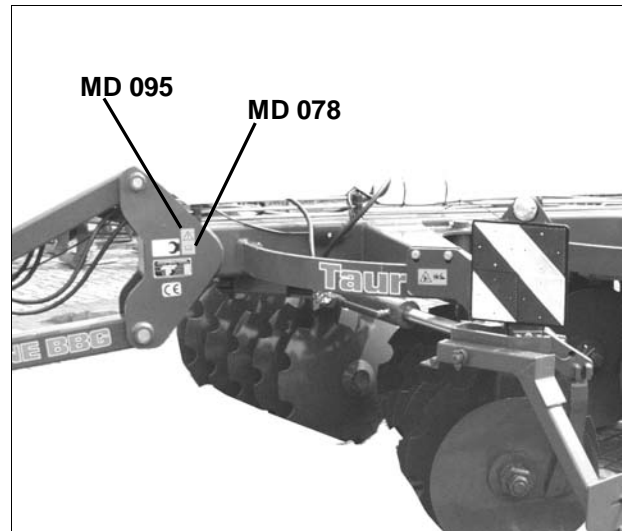

Fig. 2
- Fig. 2 zeigt die Befestigungsstellen der Warnbildzeichen und Hinweisschilder. Die entsprechenden Erläuterungen finden unten!